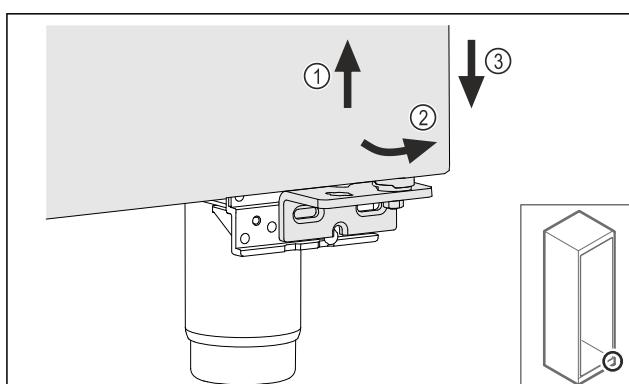

Fig. 26
- Duris šiek tiek kilstelėkite Fig. 26 (1), apačioje paverskite į priekį Fig. 26 (2) ir nuleiskite Fig. 26 (3).